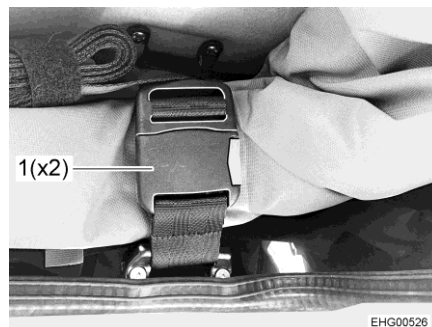

Bild 45 Gurtschloss
- Beide Gurtschlösser (Bild 45,1) öffnen.